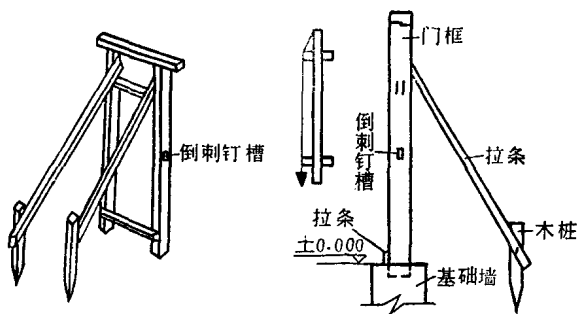

图 4 立门框示意
8.立门窗框应用拉杆拉好。钉拉杆的方法是砍两个木桩打入地下，拉杆一端钉到门框上部的里面，一端钉到木桩上，见图4。